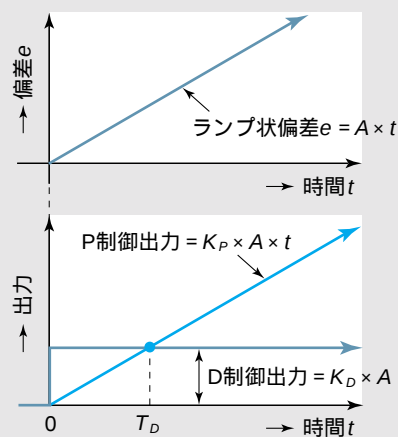

図2 P制御とD制御の強さの関係付け
(3)式の比例ゲイン K_P と微分ゲイン K_D の強さを関係付けるものとして、図2に示すように、ランプ状偏差が入ったときD制御出力がP制御出力と同じ値になるまでの時間を微分時間 T_D (Derivative time)と定義しています。